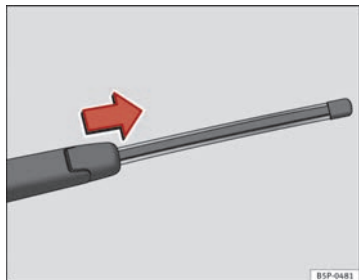

Abb. 183 Heckwischerblatt abnehmen
- Klappen Sie den Scheibenwischerarm von der Heckscheibe weg ⇒ Abb. 183.
- Schieben Sie den Wischerblattadapter in Pfeilrichtung und ziehen Sie das Wischerblatt ab ⇒ Abb. 183.